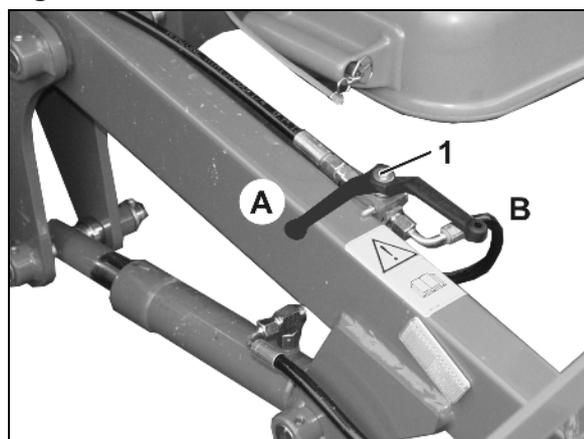

Fig. 119
7. Mettez la vanne à boisseau sphérique (Fig. 119/1) en position **B**.